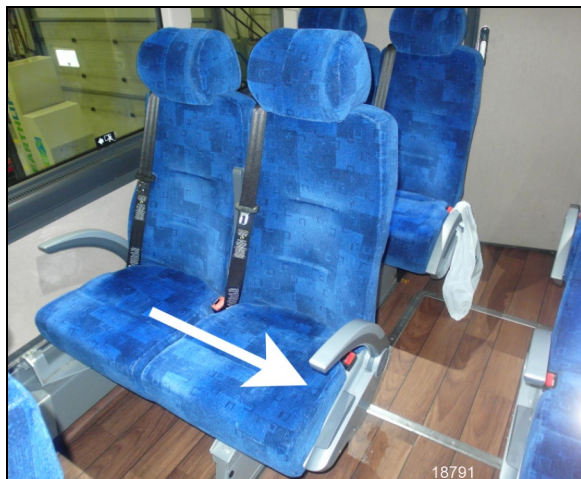

FIGURE 28: TIRER POUR DÉBLOQUER LA ROTATION
2. Tirer les sièges vers l'allée centrale pour libérer la rotation (Figure 28).